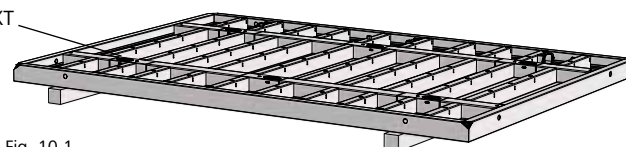

Fig. 10.1
1. Poser le panneau Mammuth XT (face coffrante vers le bas) sur du bois de calage (Fig. 10.1).
2. Élinguer la passerelle complète en utilisant une élingue 4 brins et la positionner au-dessus du panneau de coffrage (Fig. 10.1 et 10.2).